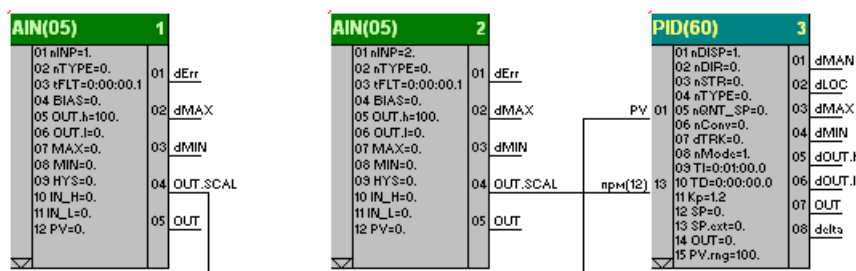

Рисунок 2.7 – Связные параметры
3) Выходной сигнал функционального блока многовходового И 5-MULTI_AND(20)-03 подается на 1-й дискретный выход контроллера, для чего на вход 01 блока дискретного выхода 9-DOT(09) подключен 01 выход блока многовходового И 5-MULTI_AND(20)-03. Сигнал на входе 01 функционального блока дискретного выхода 9-DOT(09) инвертируется.
4) На рис.2.7 показана инверсия входов следующих функциональных блоков: